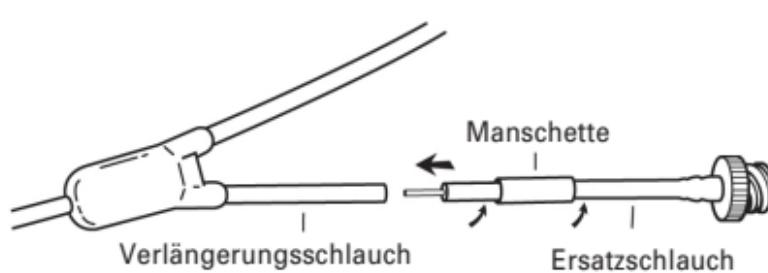

Fig. 12
3. Im Ende des Ersatzschlauchs sitzt eine Metallkanüle. Schieben Sie die Metallkanüle mit einer Drehbewegung in den Katheterschenkel, bis der Ersatzschlauch ca. 2-3 mm vom Katheterschenkel entfernt ist (Fig. 12).